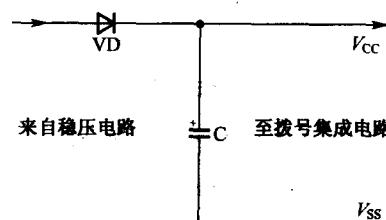

图 1-8 电容器储能记忆维持电路
3. 电容器储能记忆维持电路。电容器储能记忆维持电路如图 1-8 所示。电容器 C 并联在拨号集成电路直流馈电的输入电路中。在摘机状态时, 电话机内的稳压电源首先对电容器 C 进行充电, 然后向拨号集成电路供电。在挂机状态时, 稳压电源输出为零, 二极管 VD 截止。由于电容器是储能元件, 它两端的电压不能发生突变, C 通过拨号集成电路的 V_{cc} 和 V_{ss} 端进行缓慢地放电, 拨号集成电路因此而获得了记忆维持电流。一旦放电结束, 拨号集成电路内所储存的信号便会消失。显然, 记忆维持的时间取决于电容器 C 容量的大小。若电容器的容量为 $100\mu F$, 可维持记忆时间 $180 \sim 300s$, 若要延长记忆时间, 可加大电容器的容量。